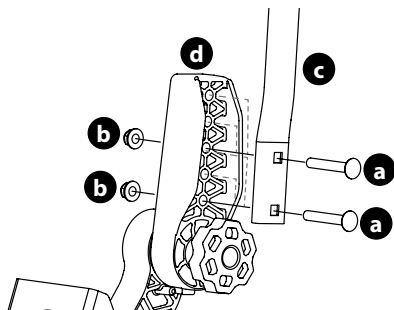

Figure 6
1. Retirez les deux vis de carrosserie (a) et les deux écrous de blocage à bride (b) qui fixent le levier de commande de transmission des barres de conduite (c) au dispositif de réglage de la poignée supérieure (d) (Figure 6).
2. Déplacez le levier de commande de transmission des barres de conduite vers l'une des trois hauteurs disponibles et fixez-le à l'aide des vis de carrosserie et des écrous de blocage à bride (Figure 6).
4. Si les barres abdominales ne s'alignent pas après que vous avez effectué le réglage du bouton, desserrez les écrous (b), alignez les barres abdominales et resserrez les écrous. Une fois ce réglage fin effectué, les barres abdominales s'aligneront lorsque vous utiliserez le bouton de réglage (Figure 6).